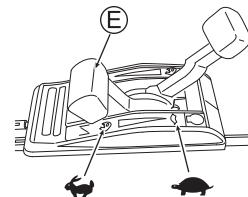

Fig. 12
- Verifique se há alguma pessoa atrás de você ao puxar a corda de arranque (V).
- Segure firmemente a corda de arranque (V) ao puxá-la.
- Retorne lentamente a corda de arranque (V).
5. Aqueça a máquina antes de usá-la. Depois que o motor estiver aquecido, comece a cortar colocando a alavanca do acelerador (E) em "||". (Veja a fig. 12)